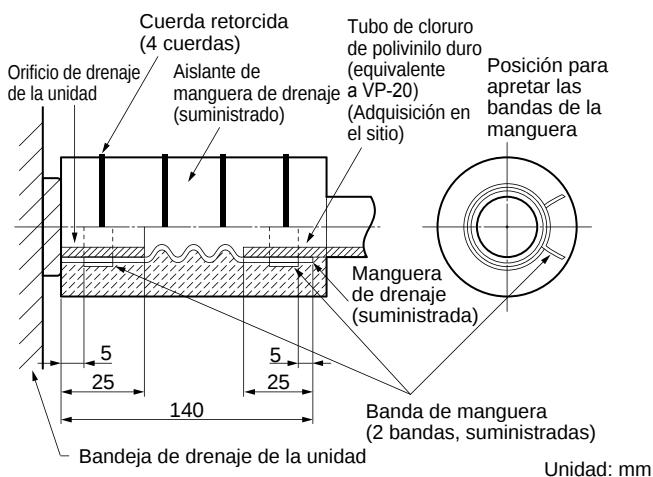

Fig. 3-54
(1) Conexión de la manguera de drenaje
(2) Instalación de la manguera de drenaje
- **Fije de forma que el sujetador de la banda de la manguera quede en el lado del orificio de drenaje. (Fig. 3-54)**